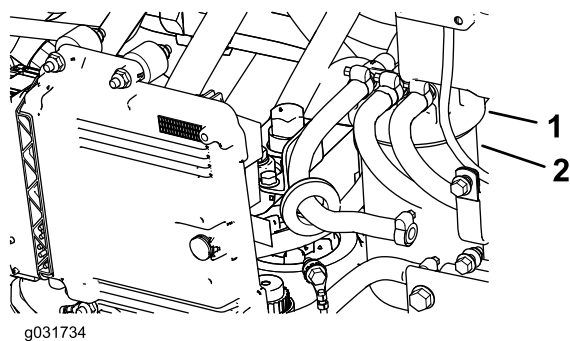

Figura 101
1. Limpie la zona alrededor de la cabeza del filtro de combustible (Figura 101).
2. Retire el filtro y limpie la superficie de montaje del cabezal del filtro (Figura 101).